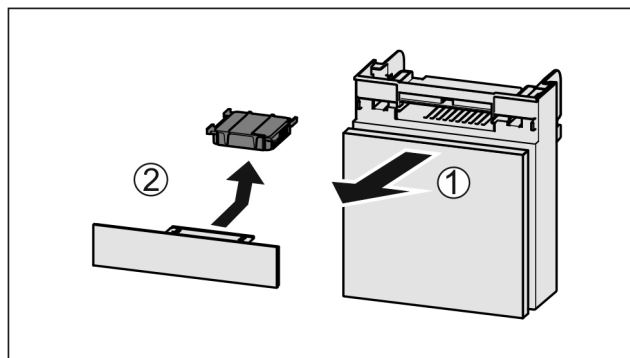

Fig. 129
- Estrarre il vano tirando in avanti Fig. 129 (1).
- Rimuovere il filtro a carboni attivi Fig. 129 (2).